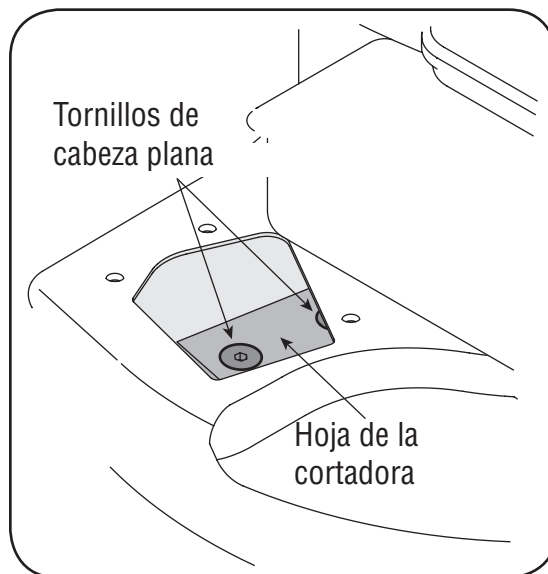

Figura 5-7
9. Mediante una llave Allen de 3/16", retire los tornillos de cabeza plana que sujetan la hoja de la cortadora al motor. Dichos tornillos son accesibles a través de la abertura que se creó cuando retiró el canal de la cortadora anteriormente. Vea la figura 5-7.